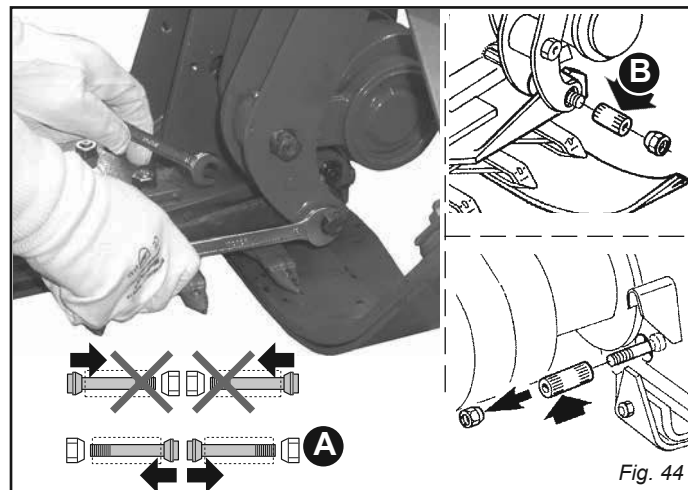
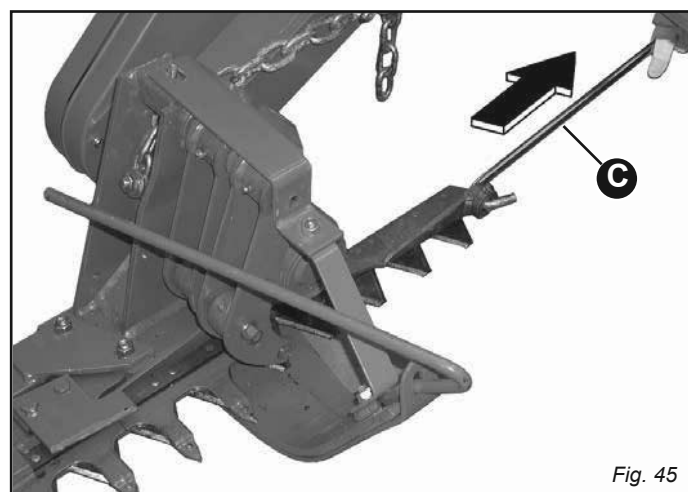

Fig. 44
Fig. 45
Les goujons à expansion doivent être remontés comme l'indique la Figure 44 (A), en serrant la vis et l'écrou conique avec un couple de serrage non supérieur à 30 Nm.
- Enlever le goujon à expansion (B, Fig. 44) et retirer la tige porte-sections (Fig. 45) avec le tirant d'attelage (I, Fig. 44).
- Retirer la goupille à expansion (B, Fig. 44) et enlever la tige porte-sections (Fig. 45).
- Retirer la goupille à expansion (B, Fig. 44) et enlever la tige porte-dents (Fig. 45).